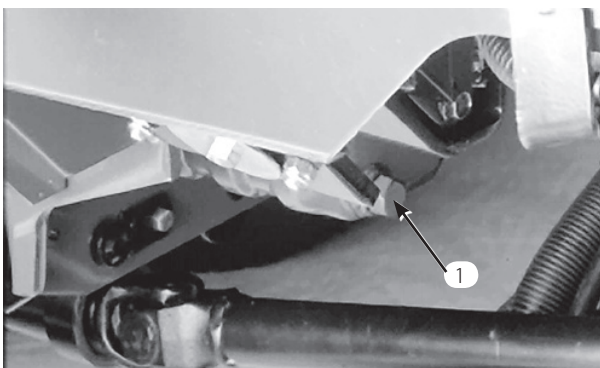

図 47
1. ドレン・プラグを外してオイルを容器に受ける (図47)。オイルが抜けたらドレン・プラグを取り付ける。